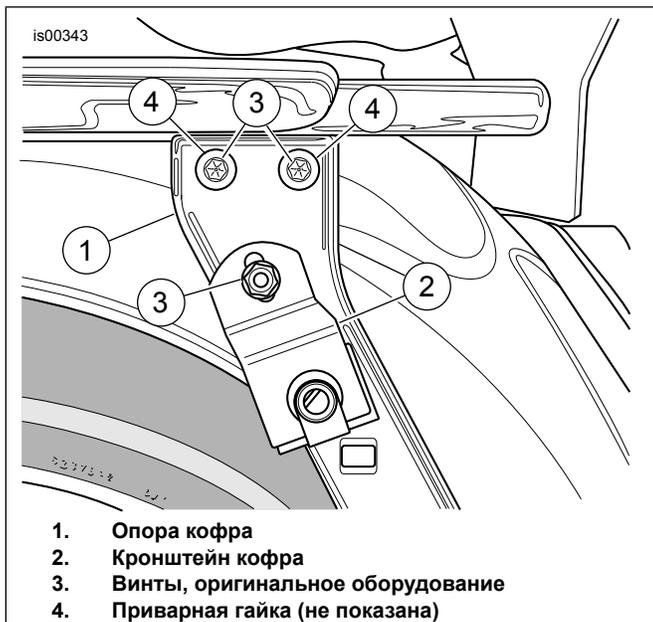

Рисунок 3. Винты, оригинальное оборудование (показана левая сторона)
7. См. Рисунок 3 . Снимите и выбросьте винты (3) с каждой стороны мотоцикла.